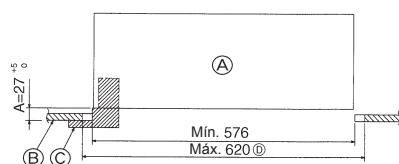

Fig. 5-2
5.2. Preparar a fixação da grelha (Fig. 5-2)